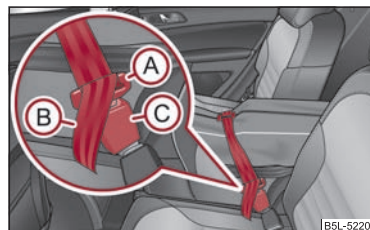

Fig. 98 Asigurarea sacului de transport demontabil
- Introduceți elementele de prindere (A) ⇒ fig. 98 în butucii de fixare ai centurii de siguranță din mijloc spate (C), mai întâi pe o parte, apoi pe cealaltă.
- Amplasati centura de asigurare în centrul schiurilor, între partea din spate și vârful legăturilor și trageți centura de asigurare de capătul liber (B).